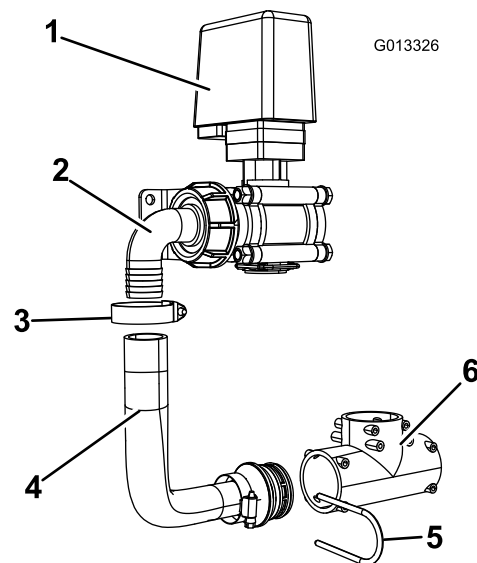

Figura 22
6. Afloje la abrazadera que sujeta la manguera de agitación al codo de 90 grados de la válvula de agitación y retire la manguera. Retire la horquilla de retención que sujeta el otro extremo de la manguera al acoplamiento en T. Deseche el conjunto de la manguera de agitación. Guarde la abrazadera y la horquilla de retención (Figura 22).